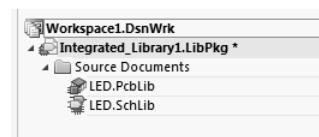

图 6-60 离散之后的元件库文件及 PCB 库文件
(2) 单击“解压源文件”按钮，离散这个集成库，可以看到如图 6-60 所示分散开的元件库文件和 PCB 库文件，如果需要编辑，双击它们，单独编辑即可。